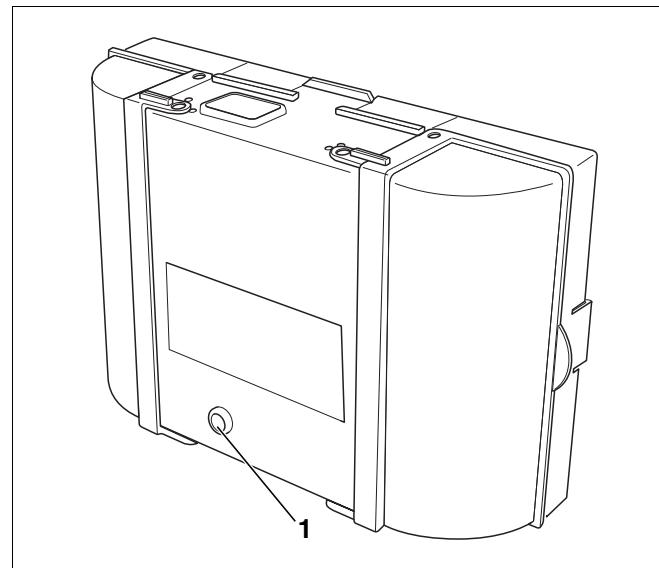

Рис. 18 SAFe 10, кнопка подавления помех со светодиодом
- Нажимать на кнопку подавления помех (рис. 18, **поз. 1**) более одной секунды (деблокировка). Примерно через пять секунд горелка перейдет в пусковой или рабочий режим.